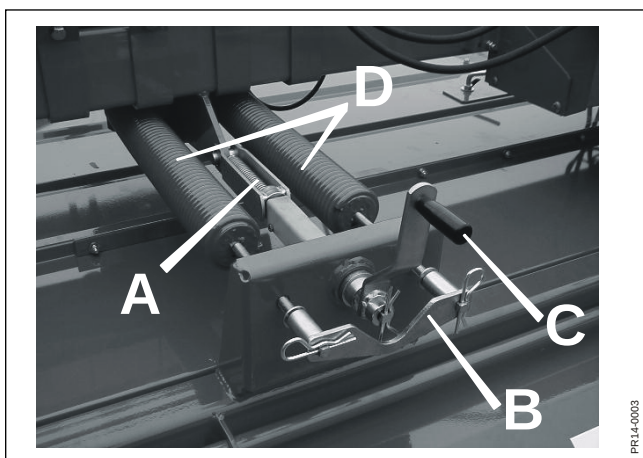

Fig. 3-9
- Fig. 3-9 Når den ønskede position for slæbeskoene er valgt kan finindstilling af stubhøjden foretages ved central justering af skivebjælkens hældning via spindlen **A**. Dette gøres ved at fjerne låsen **B** og dreje med håndtaget **C**. Låsen **B** monteres efter endt justering, da den sikrer at indstillingen fastholdes. Med opklappet frontskærm kan De let holde øje med, hvordan vinklen på knivbjælken, og dermed stubhøjden, ændres.